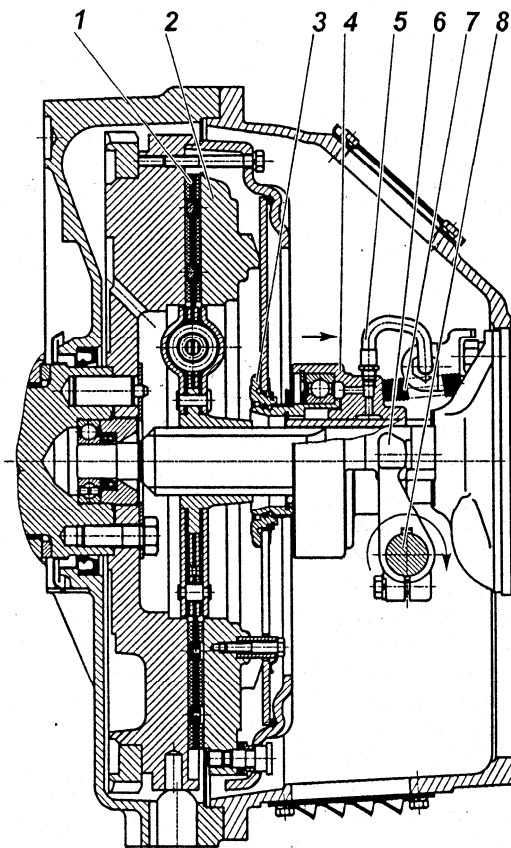
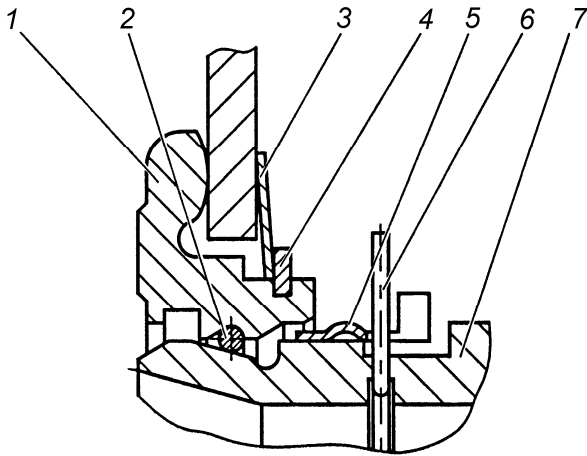

Рис. 99. Сцепление:
Рис. 101. Запорное устройство:
Диафрагменное сцепление (рис. 99) состоит из ведущих и ведомых частей, а также деталей механизма выключения сцепления, устанавливаемых в картер сцепления.
Механизм выключения сцепления состоит из муфты 4 (рис. 99) с подшипником, вилки 6 и валика 8. Муфта соединена через упорное кольцо 3 с диафрагменной пружиной с помощью запорного устройства.
Оттяжная пружина 7 (рис. 99) исключает проворот и осевые перемещения втулки 7 относительно упорного кольца 1 (рис. 101). По мере износа фрикционных накладок муфта выключения сцепления 4 перемещается вместе с пружиной в сторону маховика, при этом конструкция привода выключения сцепления автомобиля или другого транспортного средства обеспечивает поворот вилки 6 (рис. 99) по часовой стрелке после выбора зазора между лапками вилки и муфтой за счет периодической регулировки привода или постепенный поворот за счет конструкции гидропривода.
Конструкция запорного устройства показана на рис. 101. Она включает в себя упорное кольцо 1, втулку подшипника муфты 7 с фасонной канавкой, пружинное кольцо 2 круглого сечения, а также замковое кольцо 5. Упорное кольцо 1 устанавливается на диафрагменную пружину при сборке нажимного диска с кожухом и удерживается за счет пружинной шайбы 3 и стопорного кольца 4. На рисунке муфта заперта (соединена) с упорным кольцом. Внутри втулки подшипника муфты 7 установлено предохранительное кольцо 6, имеющее снаружи выступающий ус, препятствующий случайному рассоединению муфты выключения сцепления и упорного кольца 1.
Выключение сцепления обеспечивается поворотом вала по часовой стрелке. Допустимое направление перемещения муфты и поворота вала для выключения сцепления показано на рис. 99 стрелками. Перемещение муфты и поворот вала в обратном направлении не допустимо.
5. С помощью специальной оправки сцентрировать кольцо 3 (рис. 101) относительно оси коленчатого вала двигателя.
2. Убедиться, что муфта выключения сцепления отведена до упора в крышку подшипника первичного вала коробки передач пружиной 7 рис. 99.
Проверка качества установки сцепления (отсутствие "ведения", контроль величины крутящего момента на валу вилки) осуществляется на неработающем двигателе. Для этого необходимо повернуть вал вилки на угол $9^{\circ}30'$... 11° по часовой стрелке, что соответствует перемещению муфты на 11...13 мм от двигателя. При этом выходной вал коробки передач, при включенной передаче, должен вращаться при приложении крутящего момента не более 5 Н·м (0,5 кгс·м). Поворот вала вилки выключения сцепления по часовой стрелке показан на рис. 99.
4. Совместить полукруглый паз на муфте выключения сцепления в передней ее части с выступающим усом предохранительного кольца 6 (рис. 101) и, утопив его каким-либо предметом, удерживать в утопленном положении через центральное отверстие муфты выключения сцепления.